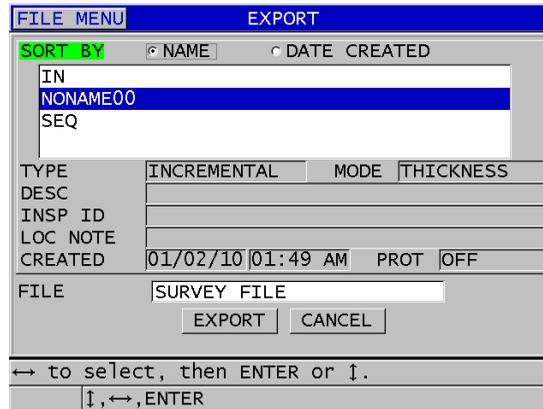

Abbildung 14-5 Fenster EXPORT
5. Verfahren Sie im Fenster **EXPORT** (siehe Abbildung 14-5 auf Seite 281) wie folgt: